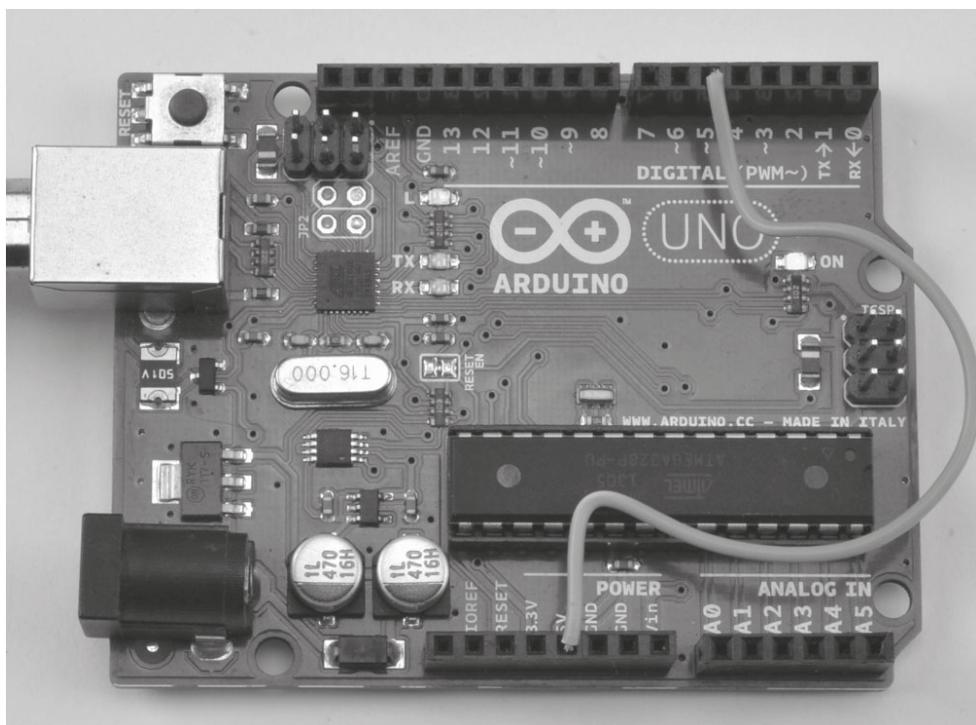

Figura 6.5 » O pino 5 conectado a +5V.
Pegue a extremidade do fio que você está apertando e insira no pino de +5V, como mostrado na Figura 6.5. Agora, o texto mostrado pelo Monitor Serial deverá mudar para uma sequência de uns (1).